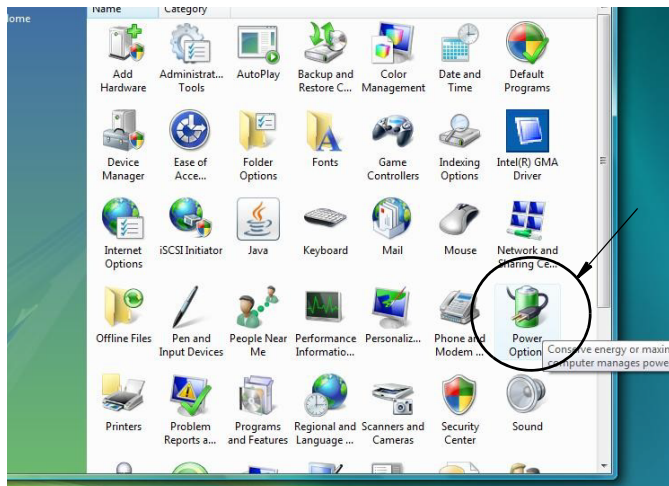

FIG. 17
2. Seleccione el icono Opciones de energía (FIG. 17).